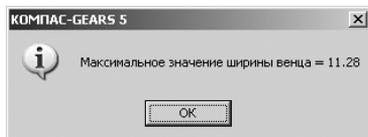

Рис. 5.27. Окно сообщений КОМПАС-GEARS 5
- введите в строке **10. Ширина зубчатого венца, мм**, значения как **10**. Если щелкнуть по кнопке **Справка о допускаемом значении ширины венца**, то появится окно сообщений, см. рис. 5.27;